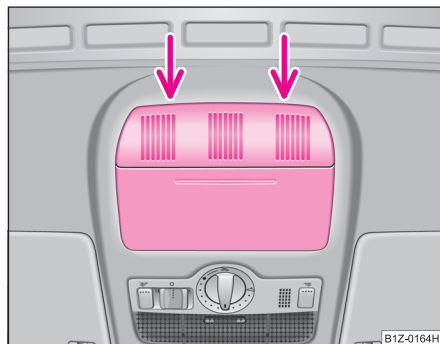

Fig. 32 Plafonul: Punct de amplasare a șurubelniței
- Așezați o șurubelniță cu capătul plat în partea din spate a capacului ⇒ fig. 32.